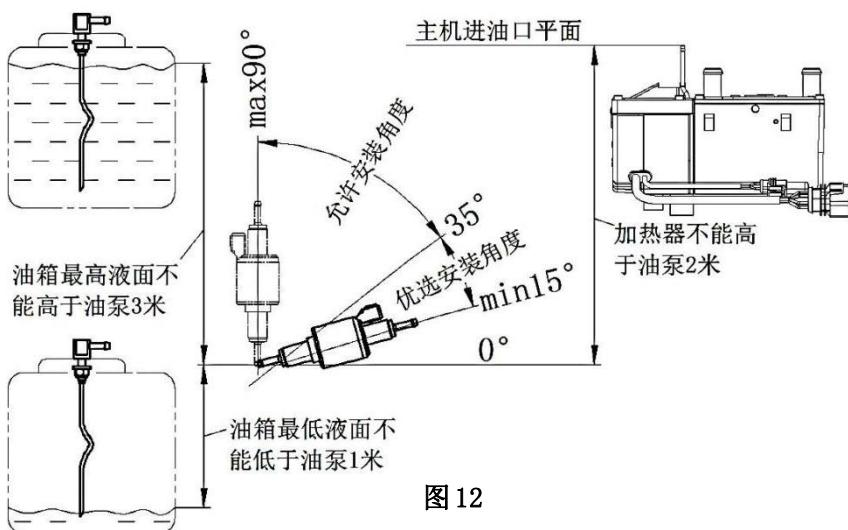

图 12
3.5.1 在车上应使用带橡胶护套的油泵卡子固定油泵。油泵出油口应向上倾斜，其安装角度在 $15^\circ \sim 35^\circ$ 范围内选定 (图 12)。